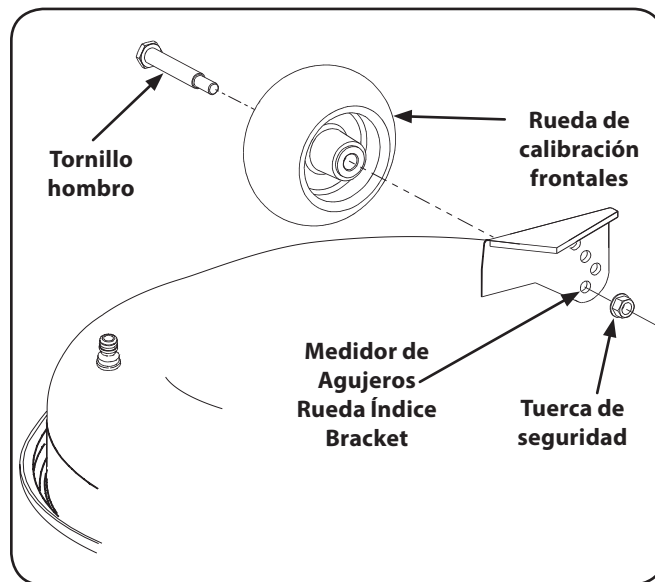

Figura 3-8
- a. Retire la tuerca de seguridad que fija uno de los tornillos de pivote de la rueda de calibre delanteros a la cubierta. Retire la rueda de calibración y el tornillo de hombro. Vea la Figura 3-8.